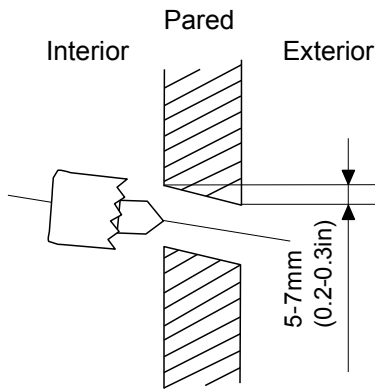

Fig. 4.2
2. Usando una broca hueca de 90mm (3.54in), perfore un agujero en la pared. Asegúrese de perforar el agujero a un ángulo ligeramente descendente, para que el lado exterior del agujero esté unos 5mm a 7mm (0.2-0.275in) más abajo que el extremo interior. Esto garantizará el drenaje adecuado del agua. (Vea la fig. 4.2)